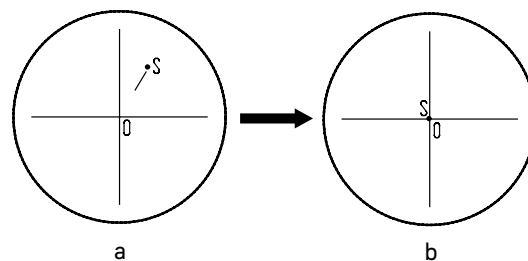

Рис. 14. Настройка канала визуализации
- Установите рукоятку переключения светового потока **4** в положение для наблюдения через окуляры. Наблюдая объект через окуляры, найдите отличительную точку в поле зрения (легко идентифицируемую цель, такую как точка *S* на рис. 14а), переместите объект на предметном столике так, чтобы данная точка находилась в центре поля зрения как показано на рис. 14б. Для этой процедуры вместо обычного препарата удобно использовать специальный калибровочный слайд с перекрестием, а вместо обычного окуляра – окуляр с перекрестием.